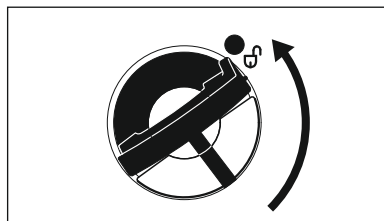

Рис. 41
- Повернуть крышку бака (ок. 1/4 оборота) (рис. 41).